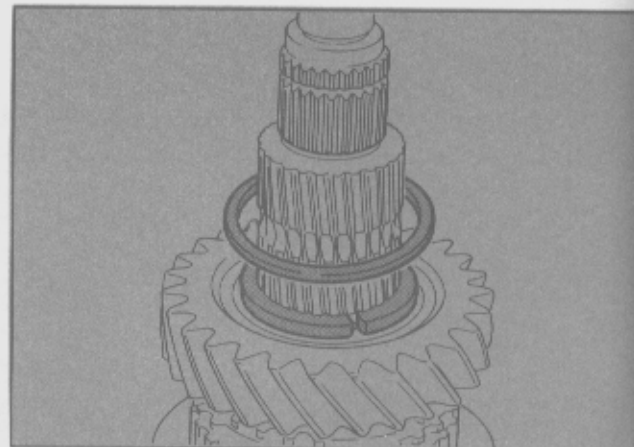

Fig. 31 - Ubicación de las arandelas de traba.
- Colocar las dos partes de la arandela espaciadora de 2da., localizando sus salientes interiores en las respectivas cavidades del eje principal. Colocar sobre las mismas el anillo que las fija en su posición (Fig. 31).